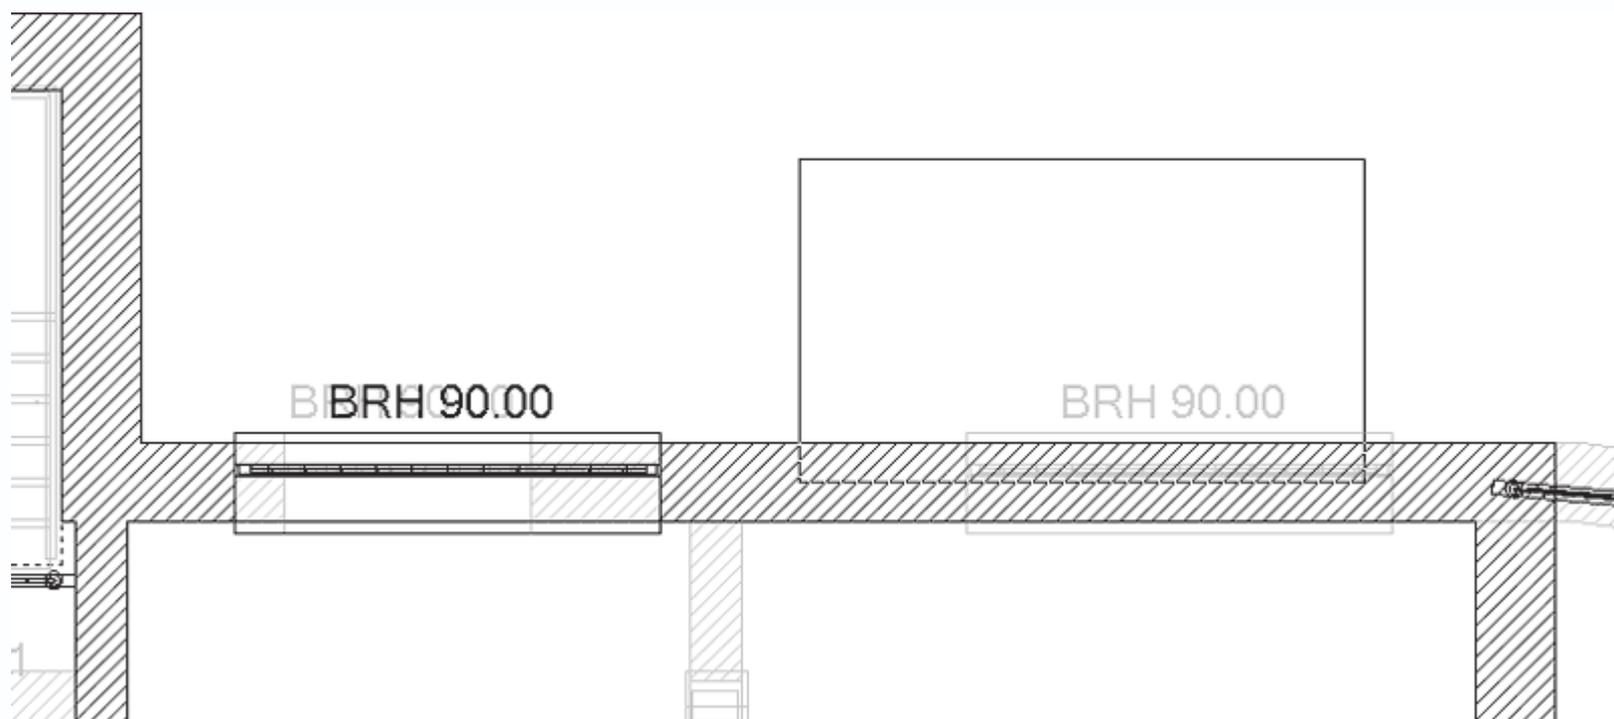

Рис. 4.25. Задание габаритов основания балкона
2. Вызовите команду Установить балкон. Щелкните кнопкой мыши приблизительно посередине северной стены комнаты, к которой достраивается балкон. Этим вы укажете левый нижний угол прямоугольника, ограничивающего основание балкона в плане. Перемещая указатель вправо и вверх, растяните основание балкона до нужных размеров, после чего еще раз щелкните кнопкой мыши (рис. 4.25).